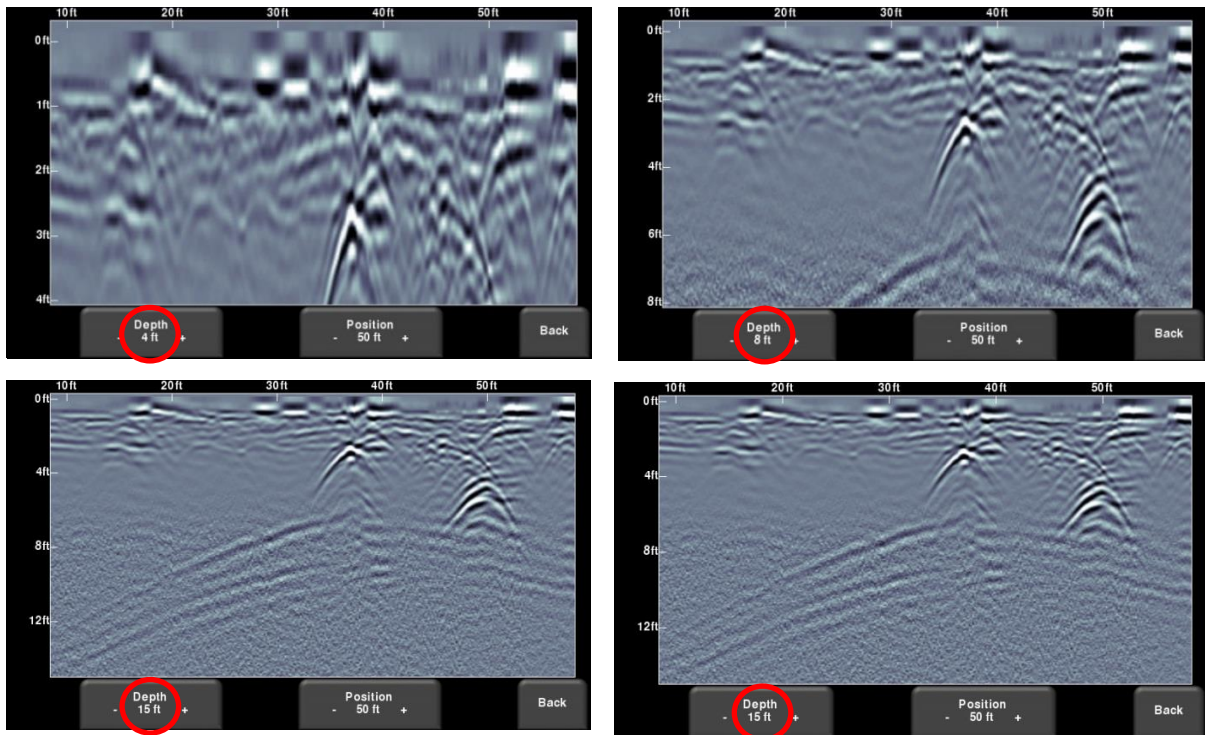

Abbildung 8-6: Unterschiedliche Tiefenanzeige
- **Tiefe** – Durch Drücken der Schaltflächen **+** und **-** unter der Schaltfläche **Tiefe**, können Sie die Tiefenanzeige der Daten ändern. Dies wird im Allgemeinen als Tiefenfenster bezeichnet. Die voreingestellten Werte reichen von 1 m bis 8 m (US: 3' bis 25'), siehe Abbildung 8-6.